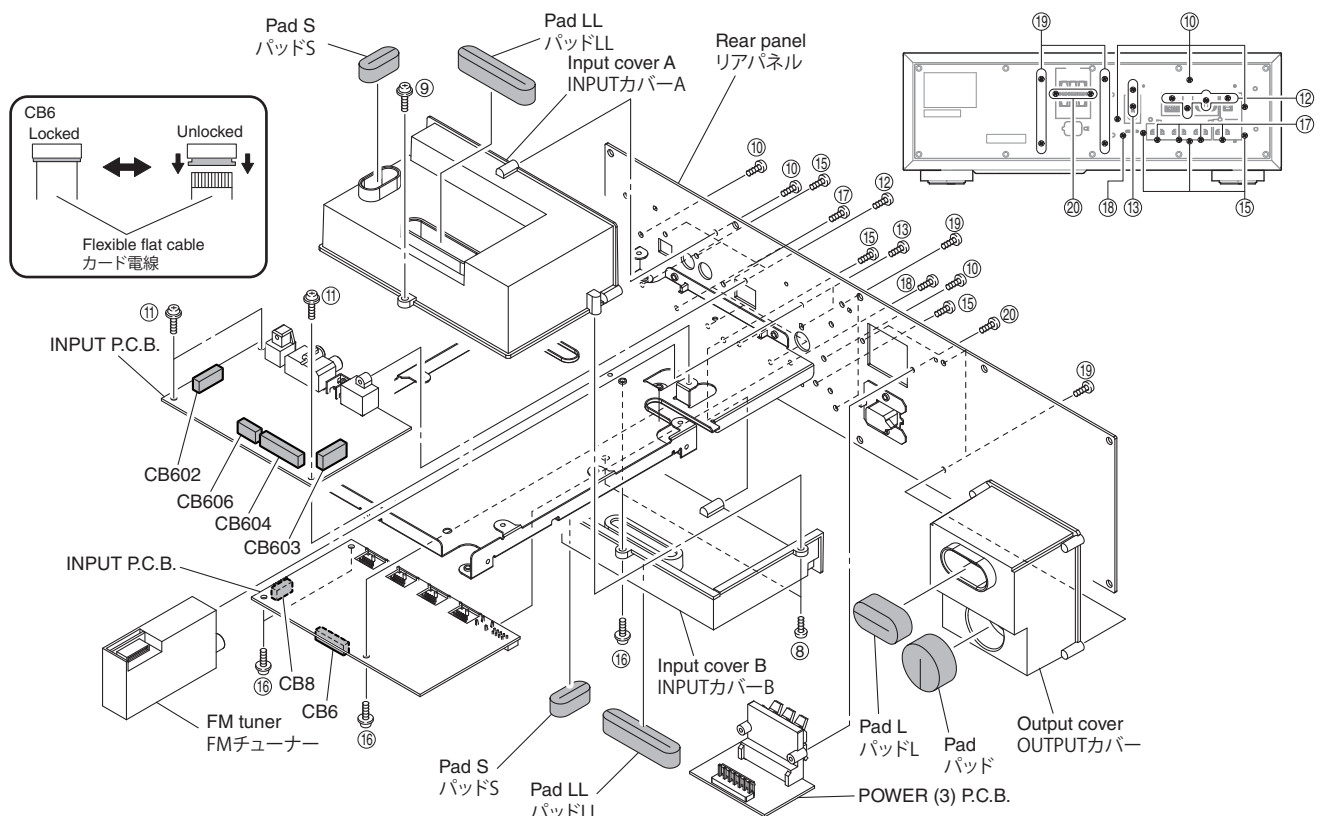

Fig. 3
- Remove CB602-604 and CB606. (Fig. 3)
- Remove the input cover A. (Fig. 3)
- Remove 3 screws (11) and 4 screws (12). (Fig. 3)
- Remove the INPUT P.C.B. (Fig. 3)
- Remove 2 screws (13), and remove the FM tuner. (Fig. 3)
- Remove the pad S and pad LL. (Fig. 3)
- Remove screw (14) and 3 screws (15). (Fig. 3)
- Remove CB8. (Fig. 3)
- Remove the input cover B. (Fig. 3)
- Runlock and remove CB6. (Fig. 3)
- Remove 3 screws (16), 4 screws (17) and screw (18). (Fig. 3)
- Remove the HDMI P.C.B. (Fig. 3)
7. Removal of POWER (3) P.C.B.
- Remove the pad and pad L. (Fig. 3)
- Remove 4 screws (19). (Fig. 3)
- Remove the output cover. (Fig. 3)
- Remove 2 screws (20). (Fig. 3)
- Remove the POWER (3) P.C.B. (Fig. 3)
- パッド S、パッド LL を取り外します。(Fig. 3)
- ⑧ のネジ 2 本、⑨ のネジ 1 本、⑩ のネジ 3 本を外します。(Fig. 3)
- CB602-604、CB606 を外します。(Fig. 3)
- INPUT カバー A を取り外します。(Fig. 3)
- ⑪ のネジ 3 本、⑫ のネジ 4 本を外します。(Fig. 3)
- INPUT P.C.B. を取り外します。(Fig. 3)
- ⑬ のネジ 2 本を外し、FM チューナーを取り外します。(Fig. 3)
- ⑭ のネジ 1 本、⑮ のネジ 3 本を外します。(Fig. 3)
- CB8 を外します。(Fig. 3)
- INPUT カバー B を取り外します。(Fig. 3)
- ロックを外し、CB6 を外します。(Fig. 3)
- ⑯ のネジ 3 本、⑰ のネジ 4 本、⑱ のネジ 1 本を外します。(Fig. 3)